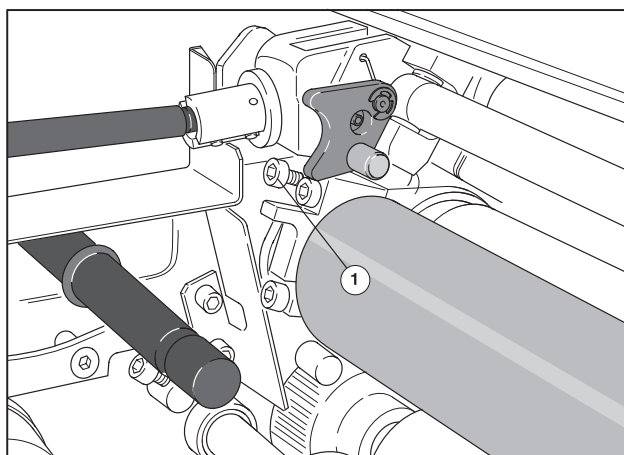

Рис. 20 Регулировка увлажняющего валика по отношению к погружному валику
- ❶ Вращайте регулировочные винты (Рис. 20/❶) до тех пор, пока полосы краски по всей длине валиков не будут иметь равномерную ширину в диапазоне от 2,5 до 3,5 мм.